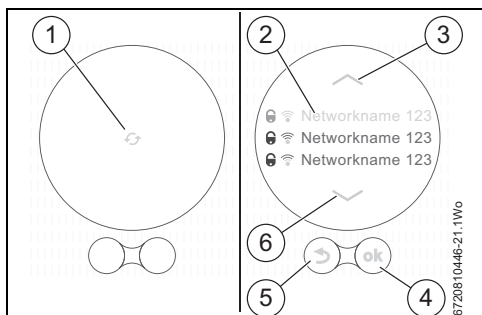

Рис. 9 Выбор сети Wi-Fi
- ▶ Чтобы переключить регулятор в режим "офлайн", нажмите кнопку «назад» (→ рис. 9, [5]). Теперь температуру можно настроить только вручную с помощью экрана.
- ▶ Чтобы снова выполнить поиск, нажмите кнопку (→ рис. 9, [4]).